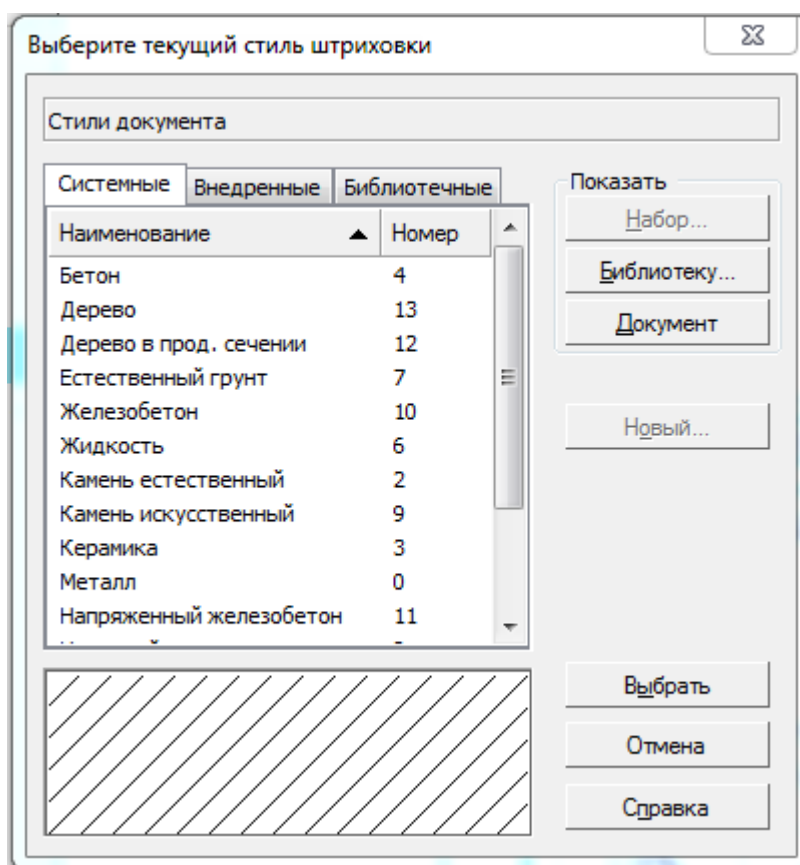

Рисунок 1.11 – Окно выбора стиля штриховки
– появится диалоговое окно **Выберите текущий стиль штриховки** (рисунок 1.11). Нажмите кнопку **Библиотека** и загрузите библиотеку стилей штриховок GRAPHIC.LHS. После этого перейдите на вкладку **Библиотечные**, на которой должны отобразиться различные стили штриховок;